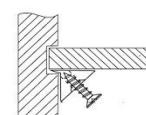

Рис.4
6. Закрепить ДВП с помощью фиксаторов (рис.4), установив их по центру каждой стороны ящика. При этом необходимо фиксировать ДВП, чтобы оно не смешалось при вкручивании самореза. Начинать рекомендуется от задней стенки и завершить у фасада.